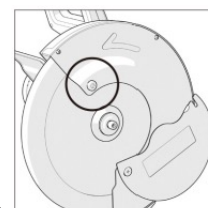

Fig. 2
- Lossa fästskruvarna och vrid skyddet uppåt, så att maskinens dorn kan friläggas. (Fig.2).